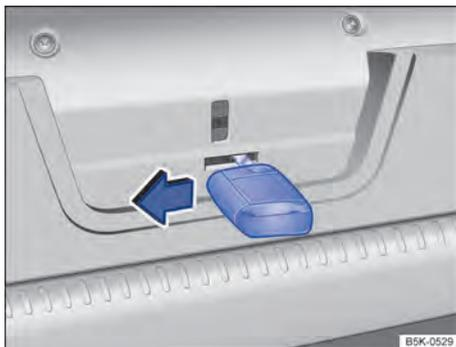

Fig. 197 No compartimento de bagagem: destravar a tampa traseira.
- Inserir a haste da chave na abertura na tampa traseira ⇒ Fig. 197 e pressionar a alavanca de destravamento no sentido da seta. Pressionar simultaneamente a tampa traseira para fora, até que ela balance.